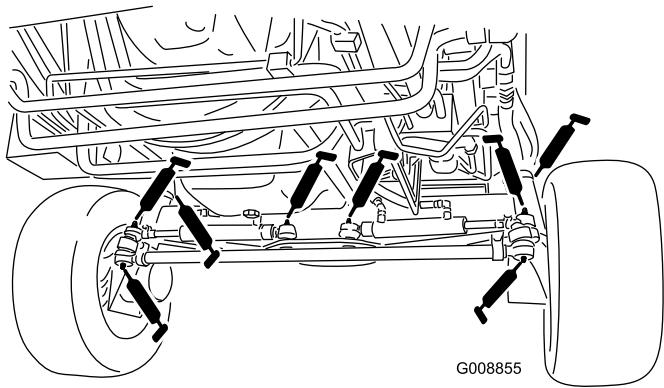

図 50
- ・ ステアリングシリンダのボールジョイント (4ヶ所) (図 50)
- ・ タイロッドのボールジョイント (2ヶ所) (図 50)
- ・ キングピンのブッシュ (2ヶ所) (図 50)